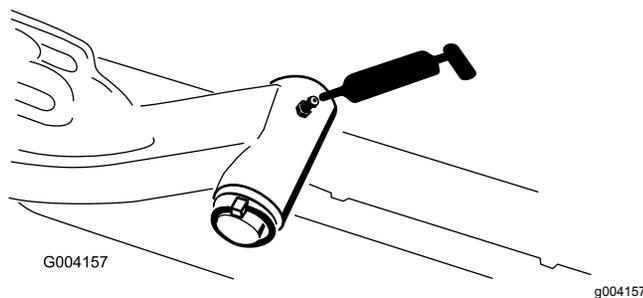

Figure 75
- Axe de pivot des bras de levage (x 1) (Figure 75)